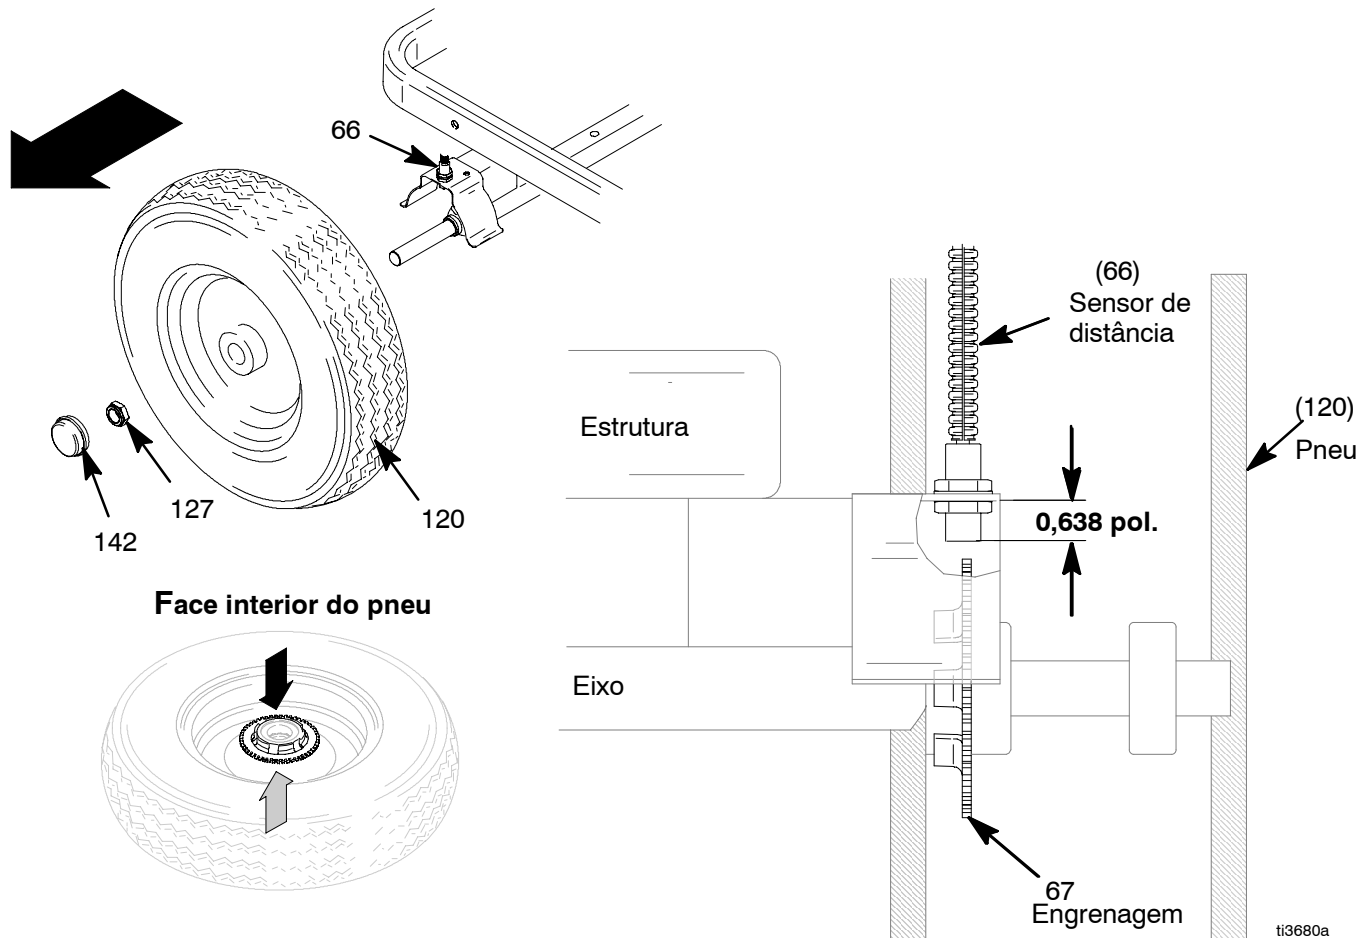

Fig. 3
2. Fig. 3. Retire o tampão antipoeiras (142) da roda. Retire a porca (127).
3. Retire a roda (120) do LineLazer.
4. Alinhe a engrenagem (67) com o sensor.
5. Instale a roda (120) no LineLazer.
6. Instale a porca (127) até que fique apertada e, de seguida, desaperte 1/4 de volta. Coloque o tampão antipoeiras (142) na roda.